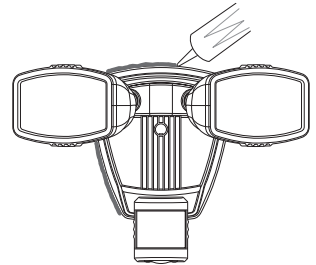

Figura 6
6. Calafatee alrededor del 1-2-Easy Connect™ y de la superficie de montaje con un sellador de silicona contra la intemperie (vea la Figura 6).